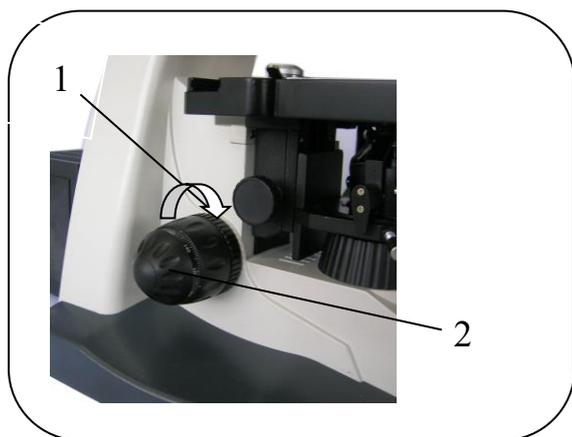

Рис. 9
- 2) Поднимите предметный столик в максимально высокое положение вращая ручку грубой фокусировки (1).
- 3) Глядя в окуляры опускайте предметный столик ручкой (1), до тех пор, пока не увидите изображение предмета.
- 4) Добейтесь резкого изображения вращая ручку тонкой фокусировки (2)
6.4. Регулировка натяжения ручки грубой фокусировки (рис. 9)